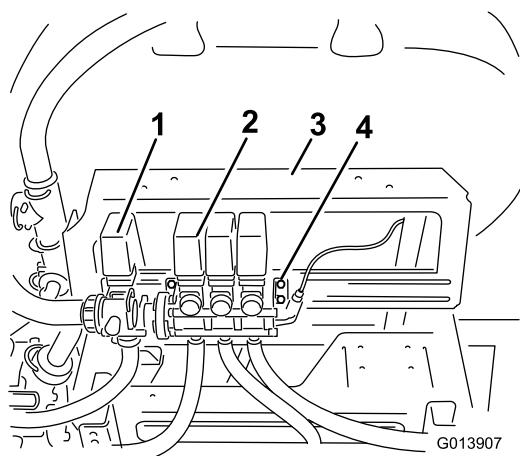

Рисунок 3
1. Ослабьте затяжку (не выворачивая полностью) болтов крепления клапана стрелы в сборе к монтажному кронштейну (Рисунок 3).